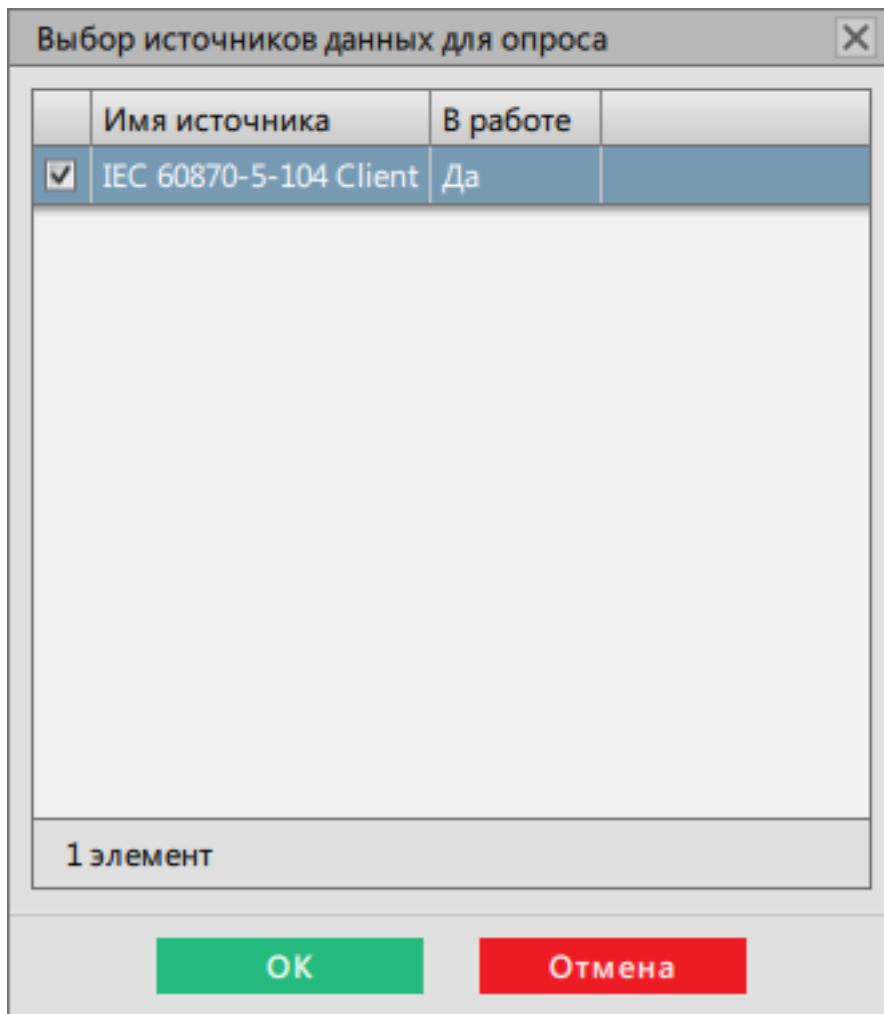

Рисунок 186 - Выбор источников данных для опроса
16. Выберите источник данных для опроса из п.3 и нажмите **ОК** (Рисунок 186).